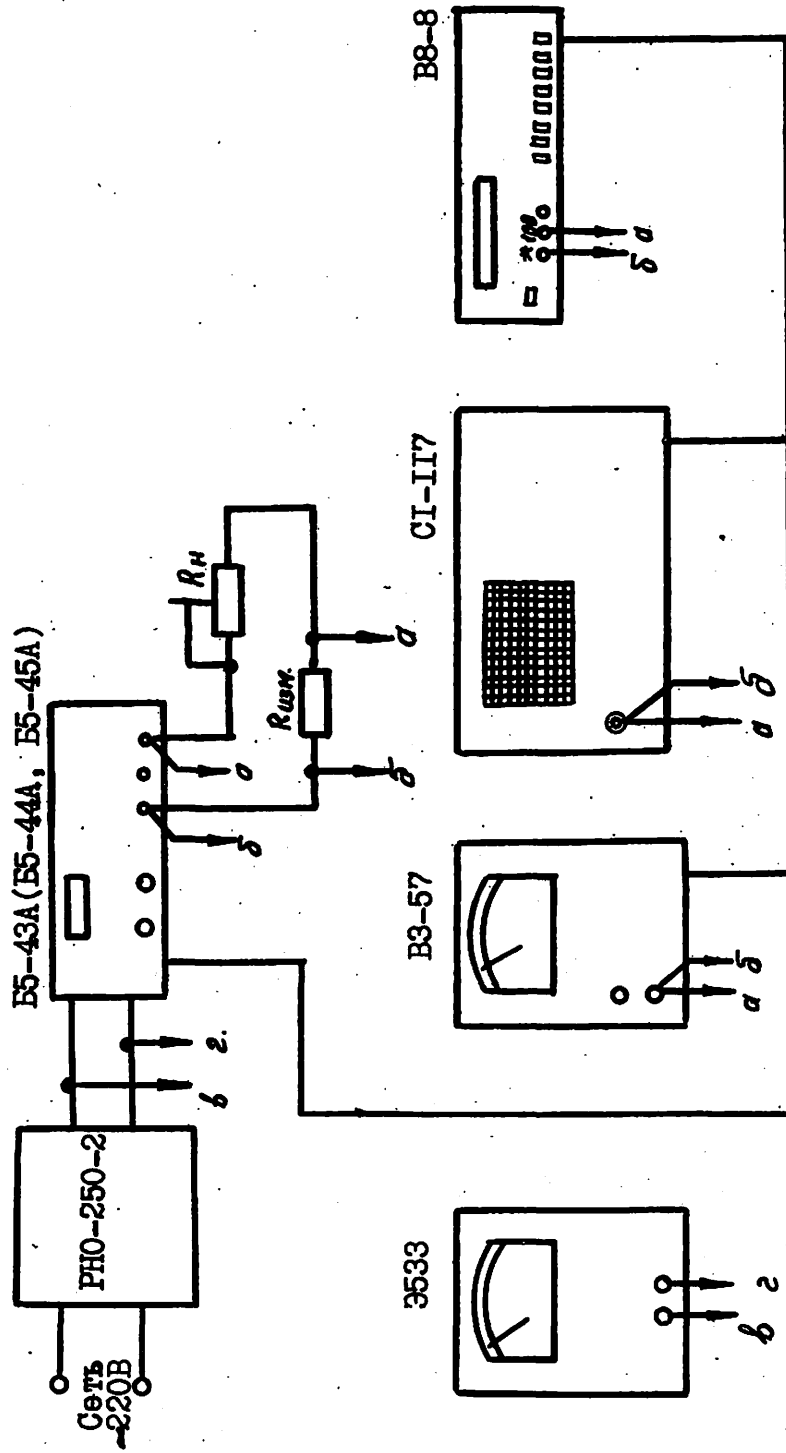

Рис. 8
9.4.5а. Проверку нестабильности выходного напряжения приборов от изменения входного напряжения на $\pm 10\%$ от номинального значения в режиме стабилизации напряжения производите по схеме электрической, изображенной на рис.8, измерителем нестабильности В8-8 на выходных клеммах прибора.
9.4.56. Проверку нестабильности выходного тока приборов от изменения входного напряжения на $\pm 10\%$ от номинального значения в режиме стабилизации тока производите по схеме электрической, изображенной на рис. 8 измерителем нестабильности В8-8 на измерительном резисторе R изм.
9.4.5в. Проверку нестабильности выходного напряжения приборов от изменения тока нагрузки от 0,9 максимального значения до нуля в режиме стабилизации напряжения производите по схеме электрической, изображенной на рис.8, измерителем нестабильности В8-8 на выходных клеммах приборов или на клеммах, расположенных на задней панели прибора.
9.4.5г. Проверку нестабильности выходного тока прибора от изменения напряжения на нагрузке от 0,9 максимального значения до нуля в режиме стабилизации тока производите по схеме электрической, изображенной на рис.8, измерителем нестабильности В8-8 на измерительном резисторе R изм.
9.4.6. Проверку пульсаций выходного напряжения прибора в режиме стабилизации напряжения производите по схеме электрической, изображенной на рис. 8 микровольтметром ВЗ-57 при изменении эффективного значения пульсаций и осциллографом С1-117 при изменении амплитудного значения пульсаций на выходных клеммах прибора.
9.4.7. Проверку пульсаций выходного тока прибора в режиме стабилизации тока производите по схеме электрической, изображенной на рис. 8, микровольтметром ВЗ-57 на измерительном резисторе.